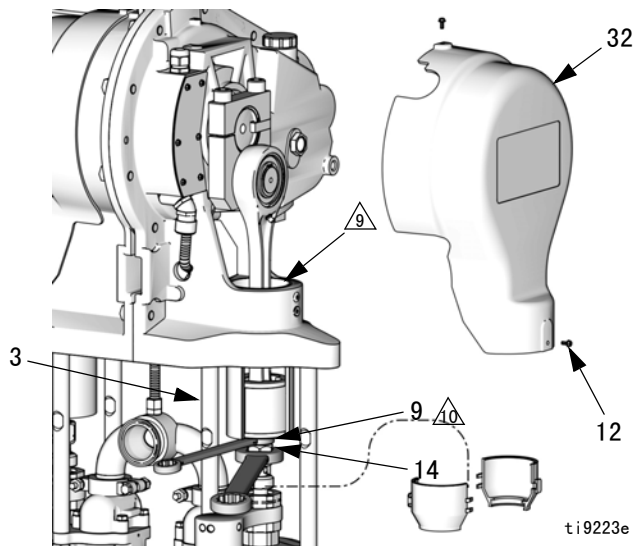

图 14. 卸下联接螺母
4. 卸下两个螺钉（12）和盖子。图 14 显示了发动机对面的盖子（32）；发动机侧盖为（21）。